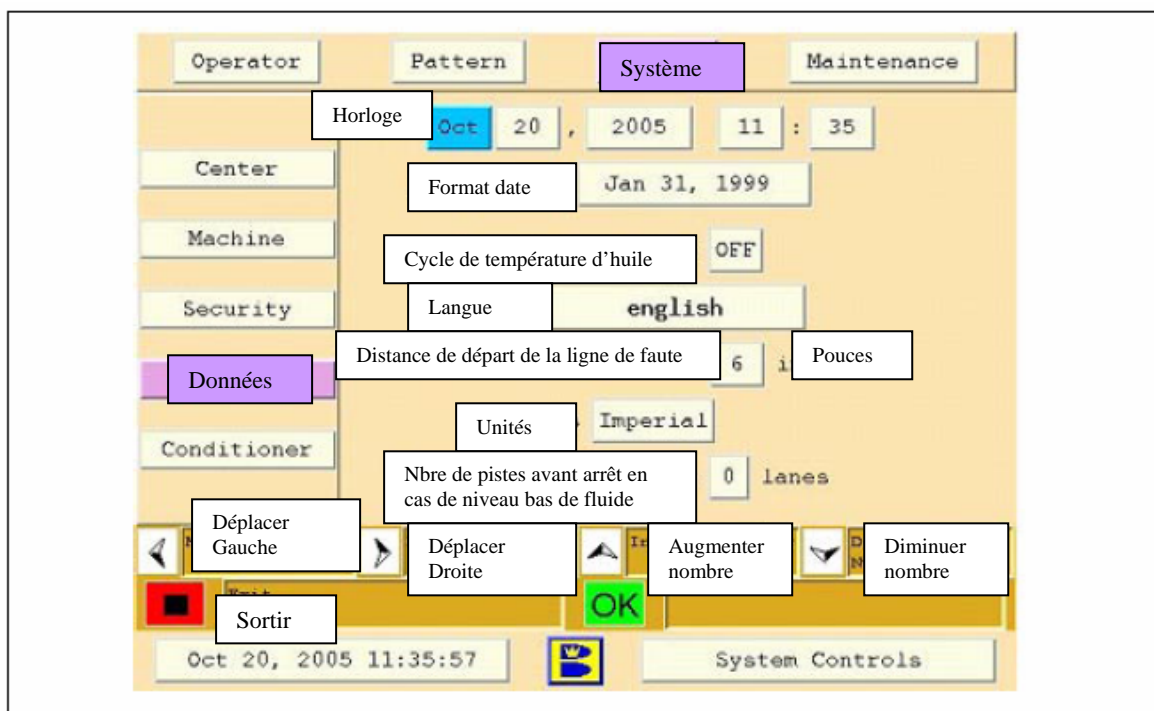

Figure 4-19. Réglages du système
Les données du système sont utilisées pour régler l'heure et la date, le format de la date (MM/JJ/AA or JJ/MM/AA). Le cycle de température permet à l'utilisateur d'activer ou de désactiver la fonction **Réchauffement de l'huile** (nous recommandons de laisser cette fonction sur **Marche**) pendant laquelle le système de huilage fait circuler l'huile jusqu'à ce qu'elle atteigne 80° Fahrenheit (environ 26° C). L'utilisateur peut également choisir la langue qu'il préfère. La distance de démarrage par défaut par rapport à la ligne de faute doit être sélectionnée, ainsi aucun profil de huilage n'appliquera d'huile entre cette distance choisie et la ligne de faute. L'utilisateur peut choisir les unités de mesure entre l'Impérial (US) conseillé, le système métrique (International), et le nombre de pistes qui seront encore « faites » après que le message **Niveau de fluide bas** s'affiche. Référez-vous à la Figure 4-19.